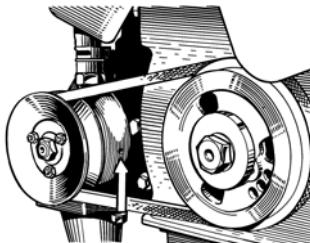

Рис. 27. Дренажное
6. Следить за исправностью уплотнения крыльчатки водяного насоса, имея в виду, что жидкость, просочившаяся в подшипники водяного насоса, выводит их из строя. О неисправности уплотнения свидетельствует течь жидкости из дренажного отверстия (рис. 27) на корпусе водяного насоса, закупоривать которое нельзя.